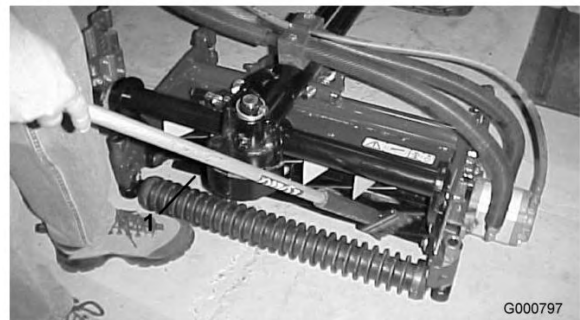

Figure 85
8. Appliquez du produit de rodage avec un pinceau à long manche (Réf. Toro 29-9100). N'utilisez jamais de pinceau à manche court (Figure 85).